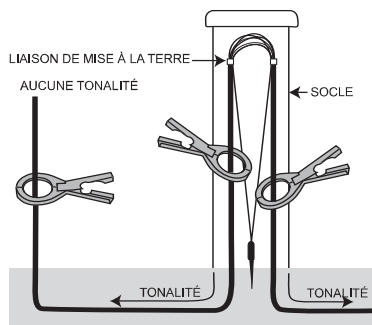

Fig. 10 - Points de coupure
L'application du coupleur par dessus la liaison revient à bloquer la tonalité et à empêcher sa transmission au-delà du point de mise à la terre. (Voir fig. 10) On peut contrôler la tonalité en plaçant de façon stratégique le collier dans la direction de l'émetteur.
- Couplage près de l'extrémité :** Pour fournir une tonalité à partir de l'extrémité d'un câble, il faut appliquer une liaison sur l'extrémité du câble ou mettre l'extrémité à la terre. (Voir fig. 10)